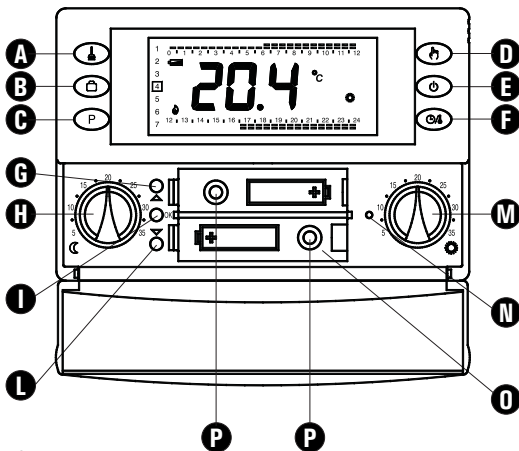

Fig. 1
6. Inserire le batterie nel vano batterie (0 di Fig. 1); vedi paragrafo 'INSERIMENTO/SOSTITUZIONE BATTERIE'.
1. Aprire lo sportellino che dà accesso al vano pile (Fig. 1).
4. Solo nel caso in cui il cronotermostato non risponda correttamente eseguire un reset tramite il tasto indicato in N di Fig. 1; **NON USARE AGHI O STRUMENTI CHE POSSANO DANNEGGIARE IRREPARABILMENTE IL CRONOTERMOSTATO.**